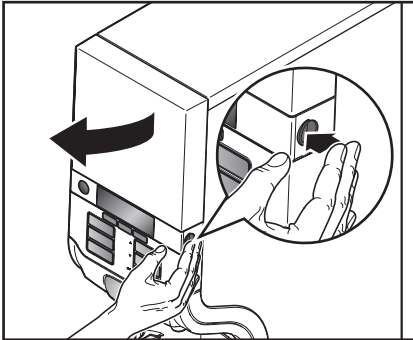

Fig. 21
1. Åbn kaffemaskinens dør (fig. 21).